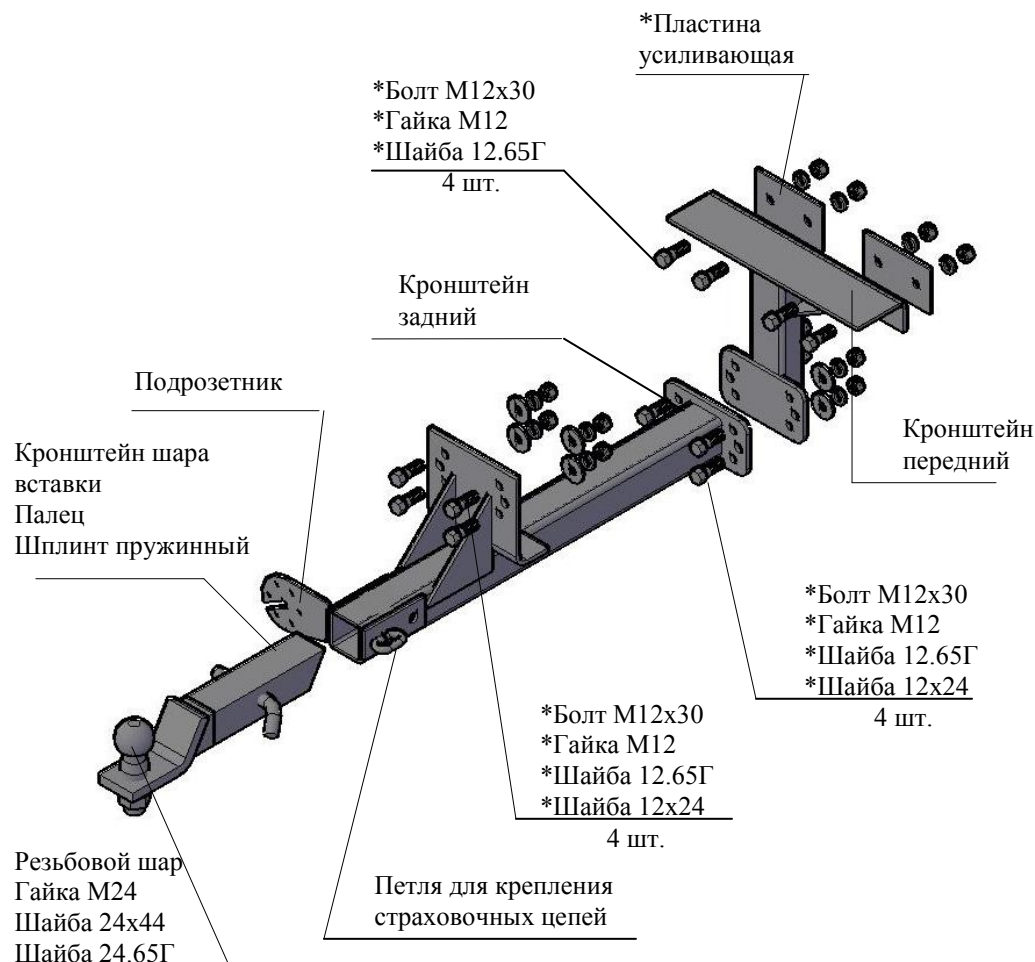

РИС.1 Тягово-сцепное устройство ТСУ 3163.В
4.2 Закрепить передний кронштейн ТСУ четырьмя болтами М12х30 и гайками М12 на поперечной балке автомобиля в соответствии с рис.1, используя
2.1 ТСУ 3163.В в сборе (рис.1)	1 шт.
2.2 Пакет с комплектующими (см. рис.1)	1 шт.